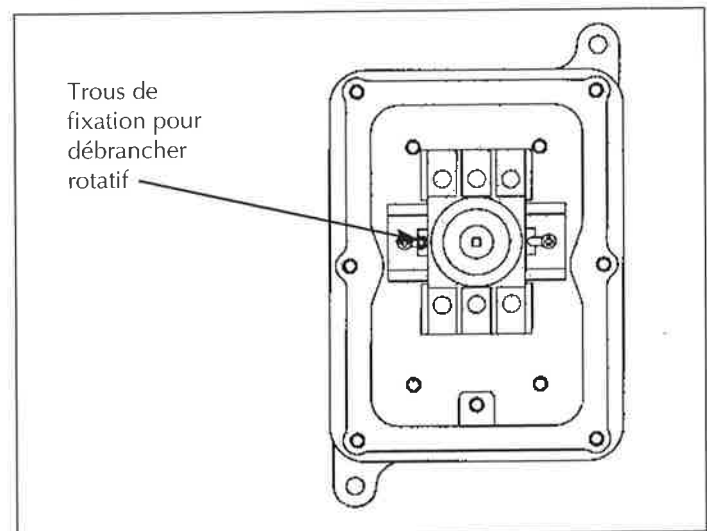

FIGURE 18
2. Centre le débrancher d'usine le long de DIN et bien fermer le bond gauche utiliser les vis et se bloquer préexister. (Voir Figure 18)